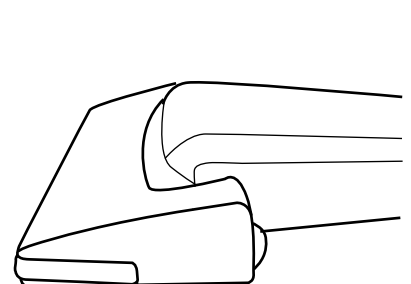

Fig. 15
- Position basse - pour le nettoyage sous les meubles (fig. 15).